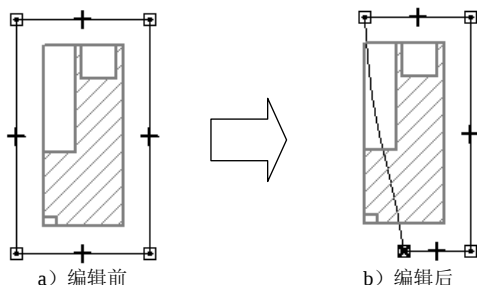

图 10.3.14 编辑剖视图边界
(8) 编辑剖视图 **B-B** 边界。单击剖视图，然后弹出的命令条中单击“修改图纸视图边界”按钮 ，此时系统进入修改边界轮廓环境。
(9) 然后用样条线修改图纸视图边界，如图 10.3.14 所示。